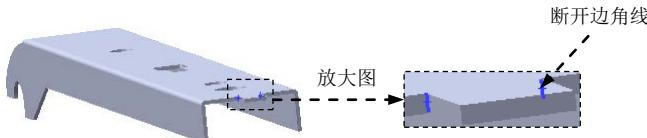

图 12.6.15 断开边角线
(2) 定义折断边角选项。激活**折断边角选项(B)**区域的，选取图 12.6.15 所示的各边线。在**折断类型:**文本框中选取“圆角”按钮，在**半径:**文本框中输入圆角半径 0.5。
(3) 单击按钮，完成断开一边角 1 的创建。